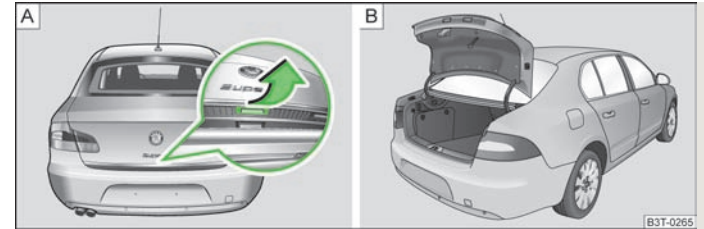

Fig. 18 Mânerul capotei portbagajului/capota mică a portbagajului deschisă
După descuierea autovehiculului, capota mică a portbagajului » fig. 18 poate fi deschisă.
► Apăsați maneta de pe partea interioară a capotei portbagajului » fig. 18 - [A], capota se ridică automat » fig. 18 - [B].